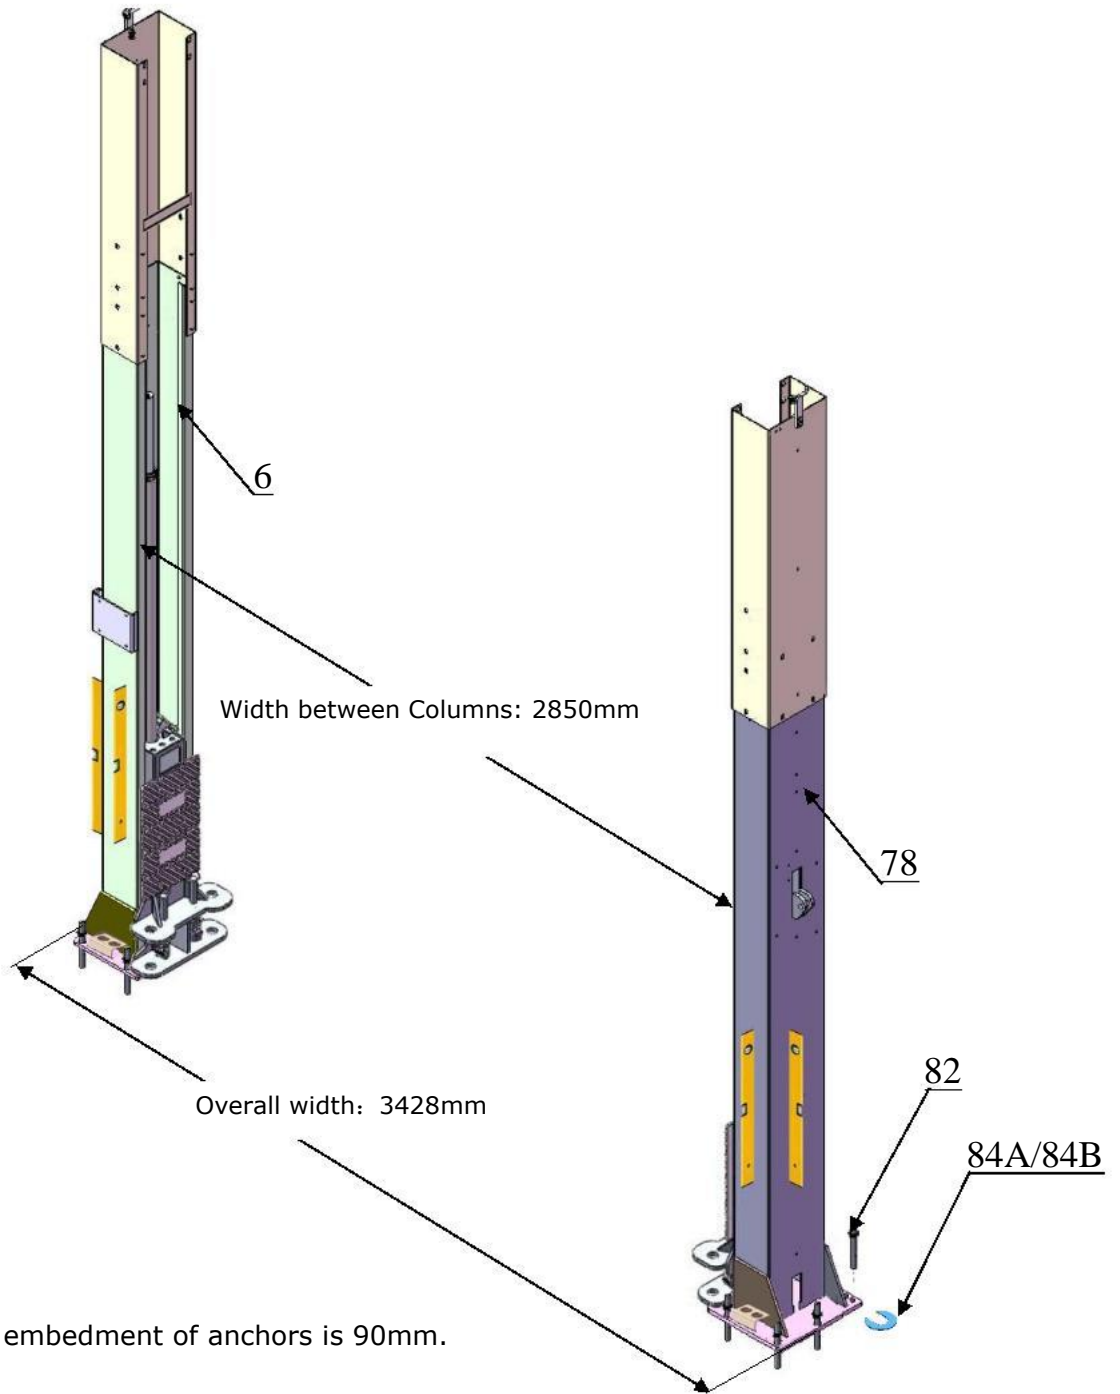

Fig. 15
F. Position columns (See Fig. 15)